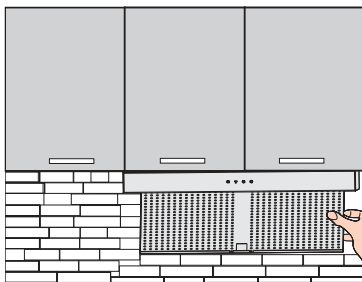

Abb. 20
*Vorsicht beim öffnen der Absaugungsplatte, damit diese nicht herunterfällt und das Kochfeld beschädigt (Abb. 20).*